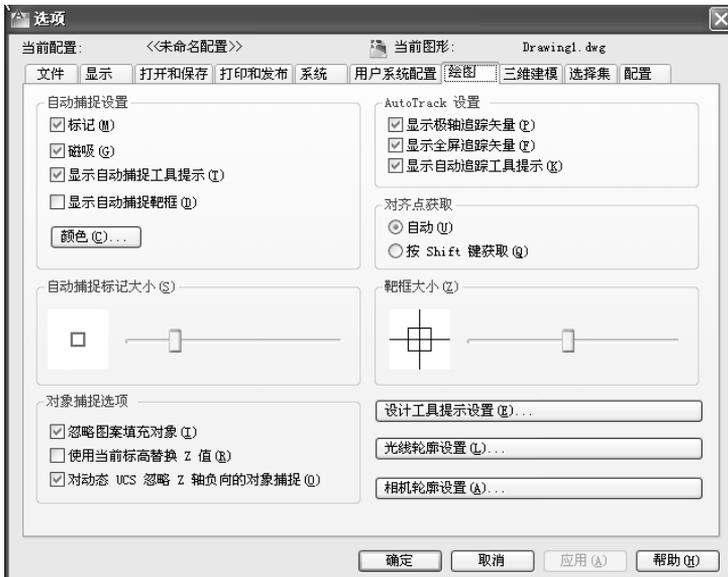

图 1-31 “选项”对话框——“绘图”选项卡
“绘图”选项卡如图 1-31 所示，用户可以根据需要进行“绘图”设置。
(2) 自动捕捉标记大小的设置。在图 1-31 中的“自动捕捉标记大小 (S)”选项下面，拖动右边的滑动按钮，可改变自动捕捉标记的大小。
(3) 靶框大小的设置。在图 1-31 中的“靶框大小 (Z)”选项下面，拖动数字框右边的滑动按钮，可改变靶框的大小。